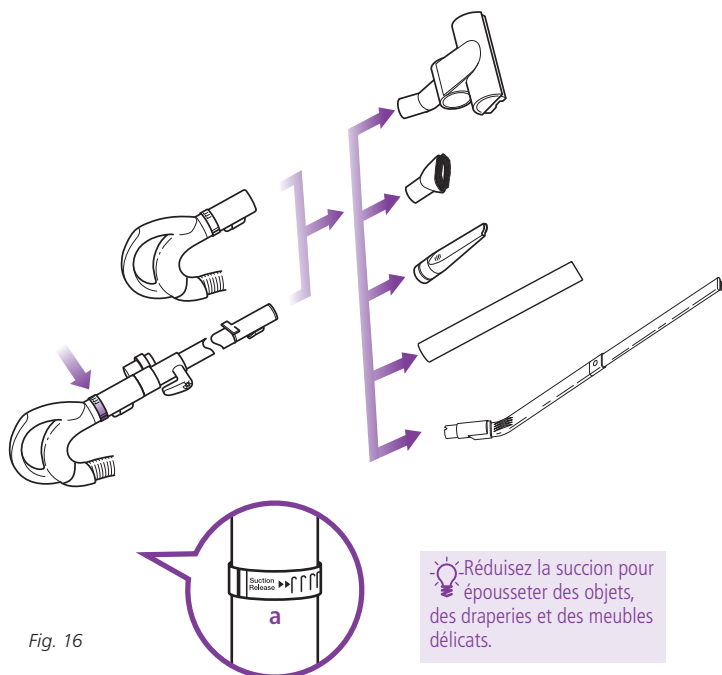

Fig. 16
- 2 Fixez l'accessoire désiré à l'extrémité de la poignée ou du tube rallonge. (Fig. 16)
Fermez la soupape (b) en faisant tourner la bague de 90° dans le sens des aiguilles d'une montre afin d'augmenter la puissance d'aspiration et lors de l'utilisation de la brosse motorisée portable. (Fig. 16)